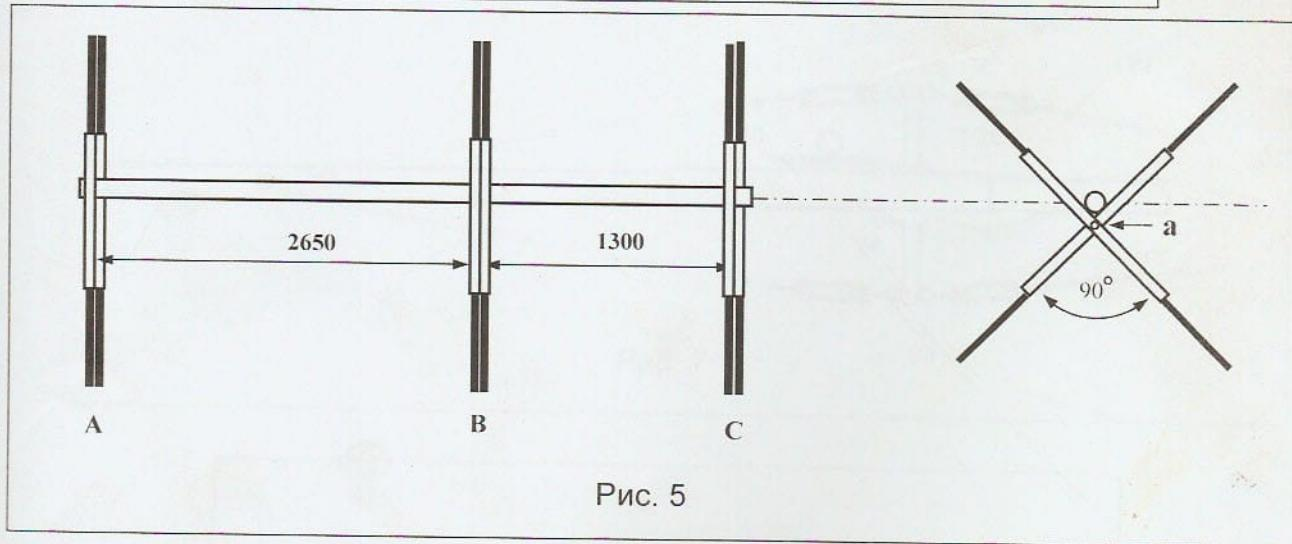
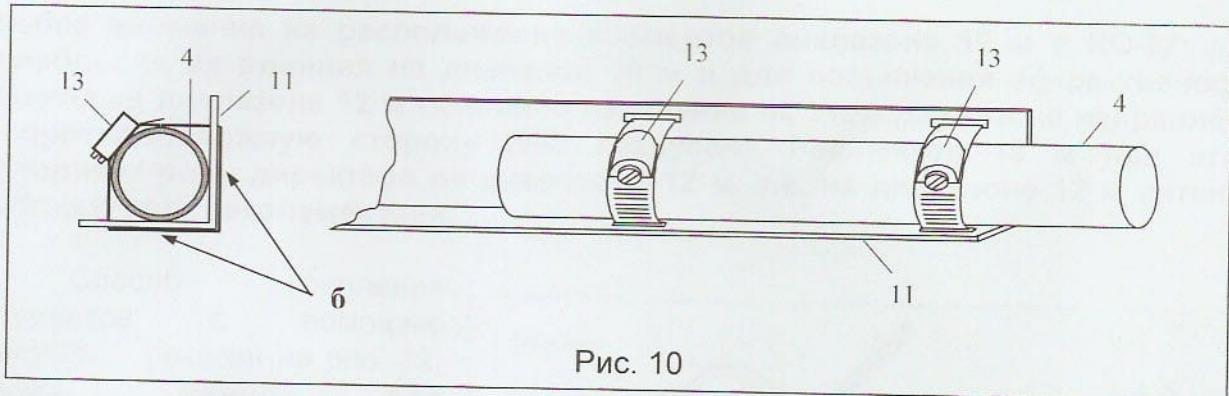

Рис. 5
Рис. 10
крестовины на расстояниях, указанных на рис. 5. Крестовина «В» (рис.5) собирается из уголков (12) с более тонкой полкой. При установке этих крестовин, обратите внимание на то, чтобы все крестовины располагались в одинаковых плоскостях вдоль оси траверсы.
Шесты к крестовинам крепятся при помощи металлических хомутов, как показано на рис. 10. Для этого необходимо вставить хомуты (13) в предназначенные для них отверстия в уголках (11) и, зажимая ими шест (4), слегка постукивать молотком в точках «б» (рис. 10) для придания хомутам необходимой формы. Если шесты будут крепиться к крестовинам, находящимся на траверсе, то потребуется поднять траверсу на высоту около 2,5 метров (удобнее всего использовать Вашу будущую мачту). Если позволяет место возле мачты, то удобнее собирать крестовины с элементами на плоской поверхности возле антенны. Два уголка с более тонкой полкой используются для изготовления центральной крестовины В (рис. 5).
При работе с элементами не допускайте резких изгибов провода и нарушения внешнего слоя изоляции. Перед креплением элементов, пользуясь рулеткой и маркером, по таблице 4 отметьте места их крепления на шестах. Мерить необходимо от центра крестовины (точка «а» на рис. 5). Далее, начиная с элементов 10 м диапазона, закрепите элементы на шестах. При этом маркеры на элементах должны приблизительно совпадать с точками крепления на шестах.
Для того, чтобы правильно расположить элементы, обратите внимание на рис. 5. На крестовине А расположены рефлекторы диапазонов 10, 15, (17) и 20 м. На крестовине В расположены вибраторы диапазонов 10, (12) и 15 м. На крестовине С расположены директоры 10 и 15 м, вибраторы 20 (17) м и рефлектор 12 м. **Обратите**